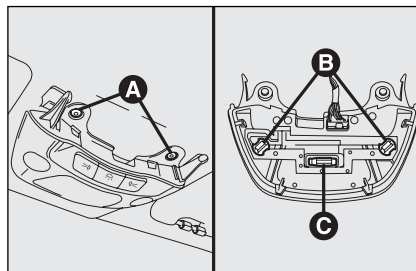

fig. 42
- ☐ afloje los 2 tornillos de fijación **A**-fig. 42, luego gire hacia la izquierda los 2 portalámparas **B**;
- ☐ saque las lámparas y sustitúyalas. Para cambiar la lámpara **C**-fig. 42, sepárela de los contactos laterales asegurándose de que la lámpara nueva haya quedado bloqueada correctamente entre los mismos contactos.